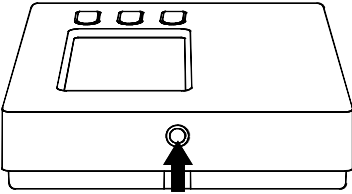

Fig. 3
**1** Appuyer, avec l'aide d'un tournevis, sur la languette en plastic dans la fente située sur le côté gauche, de manière à soulever légèrement le haut du boîtier (Fig. 3).